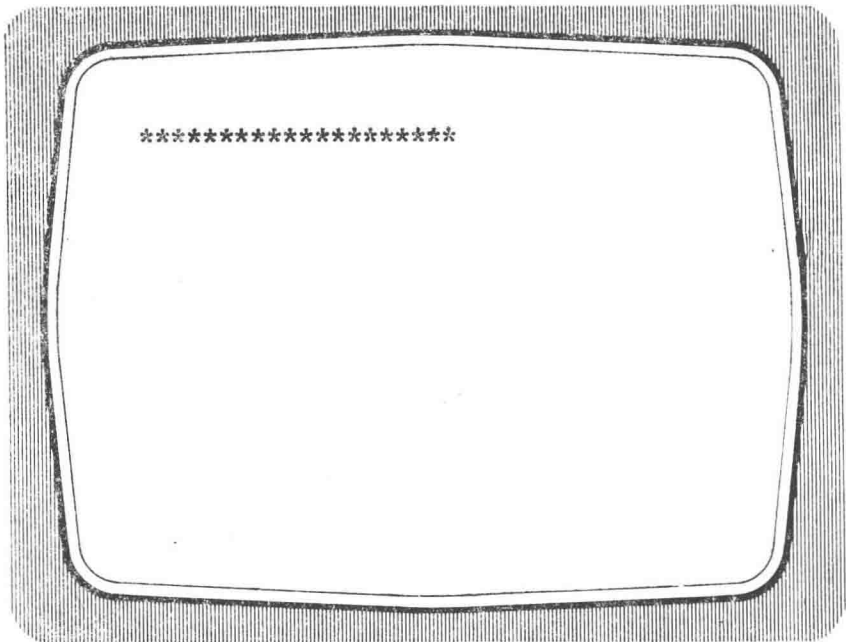

图 2-1 初始显示
1. 在用户终端的电源开关处于接通状态并且与主机连机的情况下,打开系统的交流电源开关。(大约经过5秒钟的延迟之后,在CRT上显示出一串星号。见图 2-1。注意如果终端的波特率不是9600的话,就可能不给出星号显示。如果10秒钟之后CRT上仍无显示,则应进行步骤2。这一过程的长短由于系统中 RAM 的多少而有变化。RAM越多,显示星号之前所需要的时间越长。如果用户未将终端波特率设置成9600, SCT可以执行,而操作系统不能运行。事先配置好的操作系统需要终端波特率为9600才能工作。)